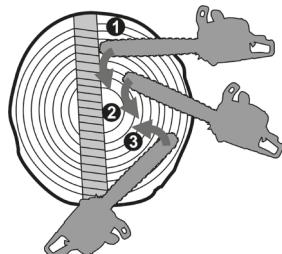

Рисунок 17. Схема розпилювання колоди із використанням зубчастого упору бензопили.
2. Розпилити колоду, занурюючи пилку в деревину методом обертання, використовуючи упор як додатковий важіль (рис. 17).